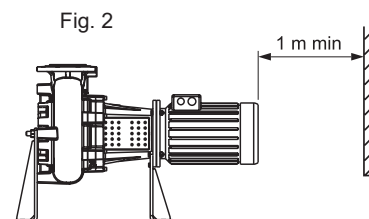

Fig. 2
- 2 - Electropompe disposée avec l'axe du rotor horizontal sur supports spéciaux et bouche de refoulement tournée vers le haut (fig. 2).